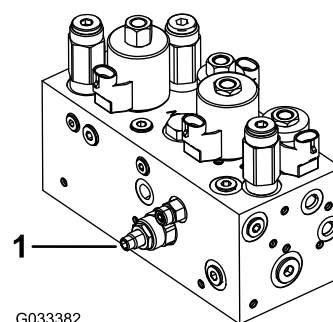

図 48
本機のカッティングユニット昇降回路にはフローコントロールバルブ 図 48 がついています。このバルブは出荷時に約3 回転の開度に調整されていますが、作動油の温度、作業速度などにより調整が必要になる場合があります。以下の手順で調整します
1. 運転席を上げ、センタープルフレーム用フローコントロールバルブ 図 48 を露出させる。バルブは油圧マニホールドの側面についている。